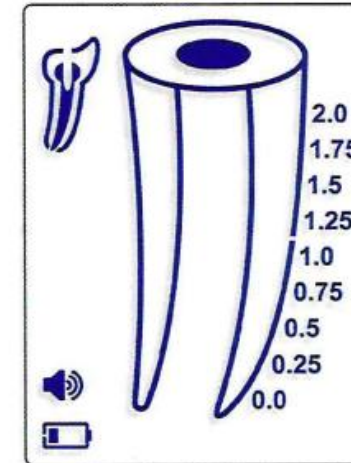

Рис. 14
- 7.2 Когда батарея разрядится, в левом нижнем углу экрана появится мигающий индикатор «Слабая батарея» (Рис. 14). NovApeX будет продолжать нормально работать даже со слабыми батарейками, однако необходимо заменить батарейки до того как они полностью разрядятся.